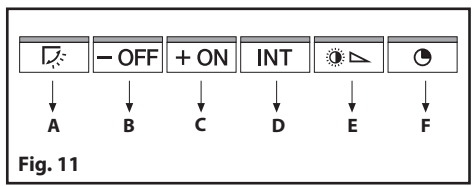

Fig. 11
• Przyciski sterujące (Rys.11):